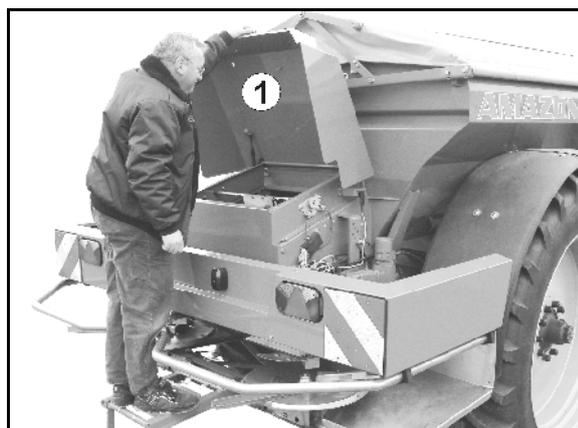

Fig. 79
1. Soltar el botón de bloqueo de la cubierta (Fig. 79/1).